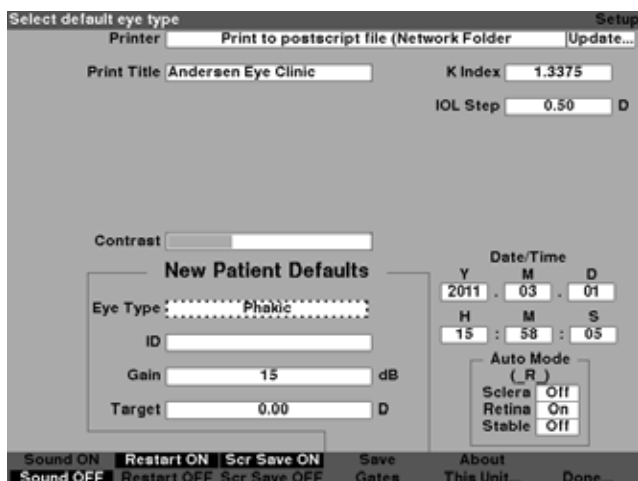

Figura 5-43 Campo de tipo de olho padrão ativado
2. Pressione o botão giratório ou o botão \surd para ativar o campo, indicado pela borda tracejada conforme mostrado na Figura 5-43.